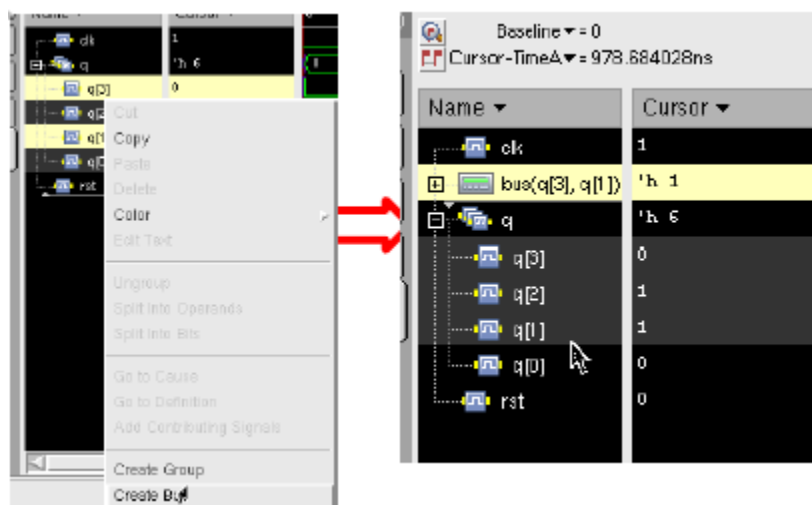

图8
(7) 改变信号顺序, 用鼠标中键选中信号, 拖动至需要位置放开即可;
(8) 创建 bus。在调试过程中, 有时我们需要观测某几位信号组成数组后的值, 这就要求我们可以创建bus, 可用鼠标左键选中若干个信号, 如q[3]、q[1], 单击鼠标右键, 选择Creat Bus 即可, 如图8 所示, 如不再需要, 可右键删除或ungroup。